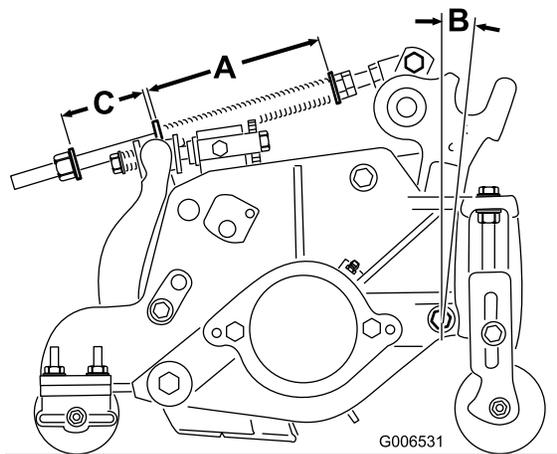

Bild 21
Die Rasenkompensierungsfeder (Bild 21) verlagert das Gewicht von der vorderen zur hinteren Rolle. Dies reduziert ein Bobbing genanntes Wellenmuster auf der Rasenfläche.
1. Ziehen Sie die Sicherungsmutter hinten an der Federstange fest, bis der Abstand (C) zwischen der Federhalterung hinten und der Scheibe vorne 51 mm beträgt (Bild 21).
2. Ziehen Sie die Sechskantmuttern vorne an der Federstange fest, bis die komprimierte Länge (A) der Feder 15,9 cm beträgt (Bild 21).
Hinweis: Verlängern Sie die Länge der komprimierten Feder (A) und den Abstand (C) um 13 mm (Bild 21), wenn Sie unebenes Terrain mähen.